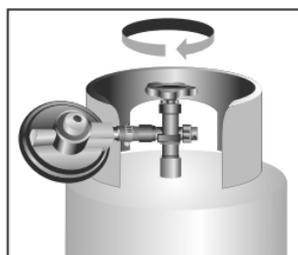

Figura 12
- Si es con cilindro, que la válvula esté CERRADA (Ver figura 12)